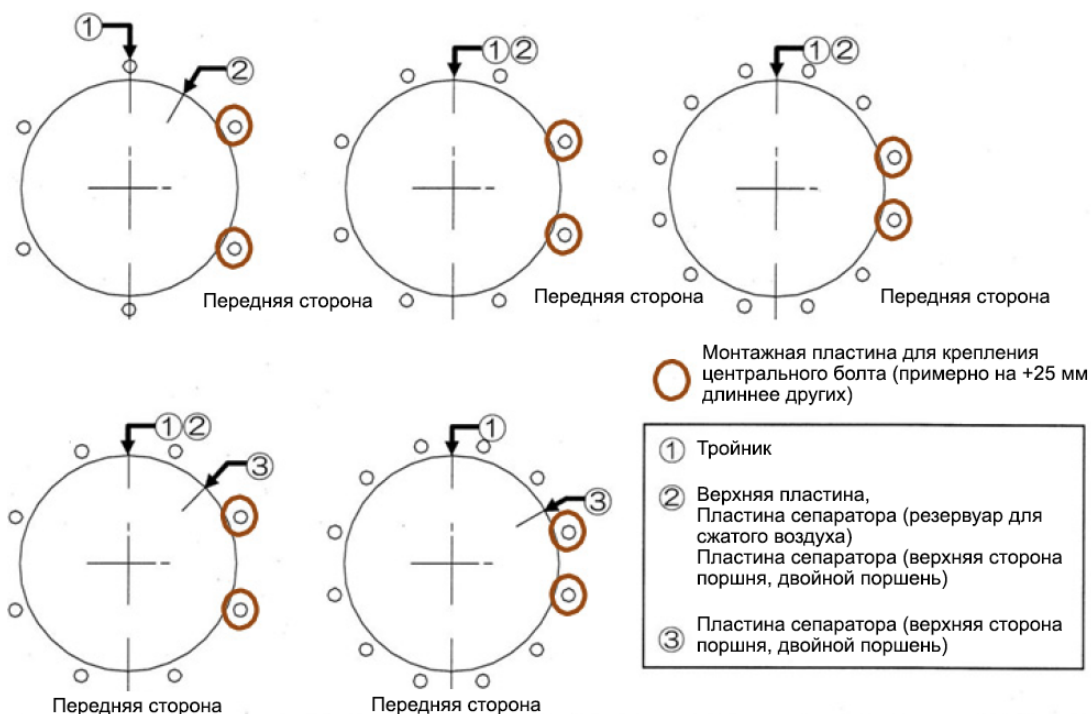

Рисунок 11 – Позиционирование центральных болтов
10. Замените уплотнительные кольца (21) и направляющее кольцо (16) новыми деталями. Нанесите на уплотнительные кольца и направляющее кольцо силиконовую смазку (или ее аналог).
11. Установите на место гильзу цилиндра (14), пластину сепаратора (69), трубку резервуара для сжатого воздуха (70) и верхнюю площадку (17). Нанесите на внутреннюю поверхность гильзы цилиндра силиконовую смазку (или ее аналог).
12. Проверьте правильность подключения линий подачи сжатого воздуха. Вставьте центральные болты в отверстия верхней площадки и тройника. Установите пружинные шайбы, наживите гайки и без усилий затяните их рукой. Установите пружинные шайбы снизу тройника и затяните гайки рукой. Убедитесь, что положение центральных болтов (примерно на 25 мм длиннее остальных) для пластины крепления принадлежностей, если есть, соответствует Рисунок 11.